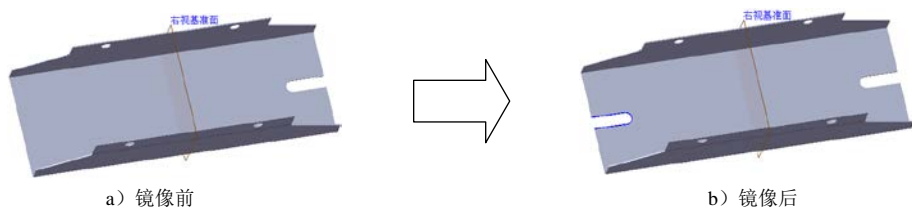

图 11.2.31 镜像 1
(3) 定义切除深度属性。在“切除—拉伸”对话框**方向1**区域中选中 ☒ **与厚度相等(L)** 复选框与 ☒ **正交切除(N)** 复选框, 其他选择默认设置值。
(4) 单击 按钮, 完成切除—拉伸 3 的创建。
Step11. 创建图 11.2.31 所示的镜像 1。
(1) 选择命令。选择下拉菜单 **插入(I)** → **阵列/镜向(E)** → **镜向(M)...** 命令。
(2) 定义镜像基准面。选取右视基准面作为镜像基准面。
(3) 定义镜像对象。选择切除—拉伸 3 作为镜像 1 的对象。
(4) 单击 按钮, 完成镜像 1 的创建。